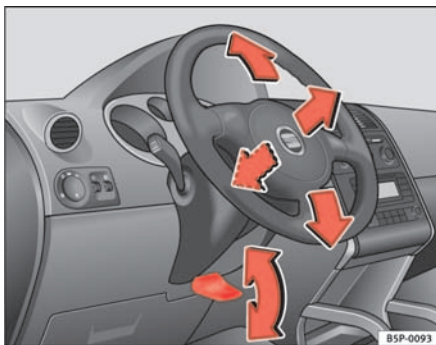

Abb. 89 Lenkradposition einstellen
- Schwenken Sie den Hebel \Rightarrow Abb. 89 unter der Lenksäule nach unten \Rightarrow .